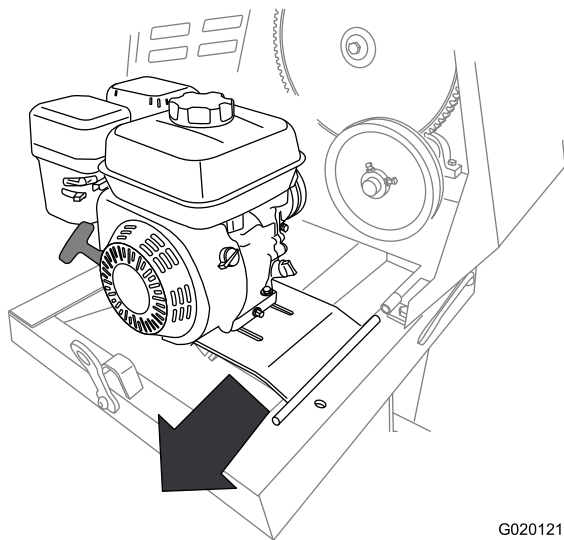

Figura 61
9. Deslice la chapa del motor hacia atrás para retirarla del soporte delantero de la bisagra (Figura 61).
10. Retire el motor y la chapa del motor de la máquina (Figura 61).
2. Alinee el pivote de la chapa del motor con el soporte delantero de la bisagra (Figura 61).
3. Deslice la chapa del motor hacia adelante encajando el pivote en el soporte delantero de la bisagra (Figura 61).
4. Alinee el soporte trasero de la bisagra con el pivote de la bisagra de la chapa del motor (Figura 61).